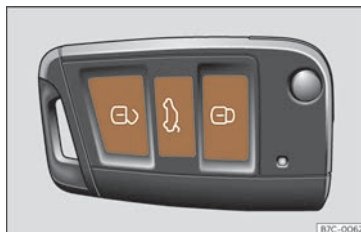

Fig. 48 Clau per control remot: tecles.
- Bloquejar: premeu el botó  >>> fig. 48.